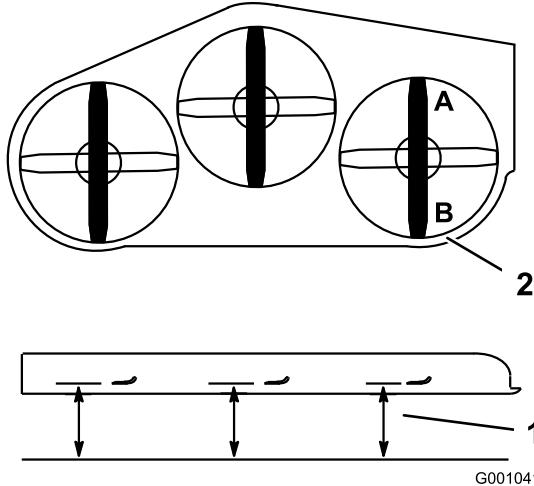

Figure 82
- Tournez une lame dans le sens longitudinal. Mesurez la distance aux points **A** et **B** entre une surface plane et le bord coupant des pointes des lames (Figure 82)
- Tournez les lames dans le sens longitudinal. Mesurez la distance aux points C et D (Figure 82) entre une surface plane et le bord coupant des lames.